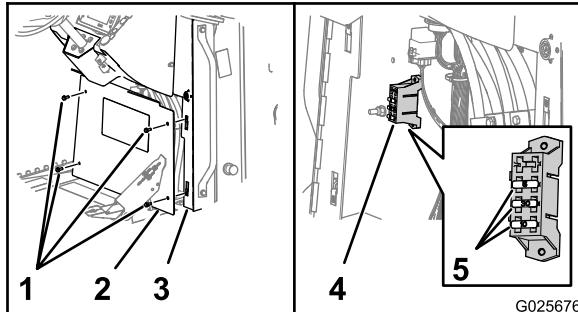

Figura 86
- Remova os 4 parafusos sextavados flangeados (5/16 x 3/4 pol.) que prendem a tampa ao console e remova a tampa (Figura 86).
- Localize o fusível aberto e substitua-o por um fusível do mesmo tipo e amperagem (Figura 86).
- Alinhe o orifício na tampa com os cliques de porca nos flanges do console (Figura 86).